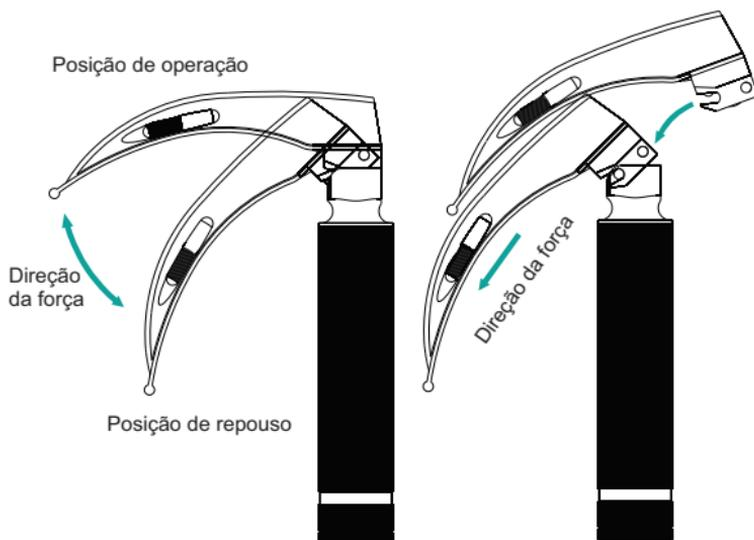

Fig.1
- Engate a lâmina através do alinhamento da ranhura da sua base sobre o eixo na parte superior do cabo, aplique uma força suficiente para realização do engate e então puxe até a posição horizontal, obtendo o encaixe sob pressão (Fig. 1). Neste momento a lâmpada acende, proporcionando uma iluminação em feixe necessária para a realização do procedimento por profissional capacitado.